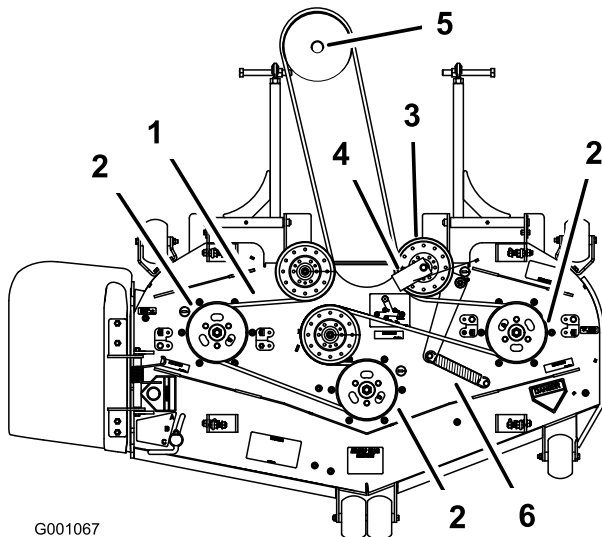

Bild 71
8. Verlegen Sie den neuen Riemen um die Mähwerk- und Getriebespannscheiben unter dem Motor (**Bild 71**).
9. Setzen Sie die Riemenführung mit einem Winkel von 45 Grad auf dem gefederten Spannarm ein, siehe **Bild 71**. Ziehen Sie die Schraube mit 37 bis 45 Nm an.
10. Haken Sie die Spannscheibenfeder in die zwei Pfosten ein (**Bild 71**).